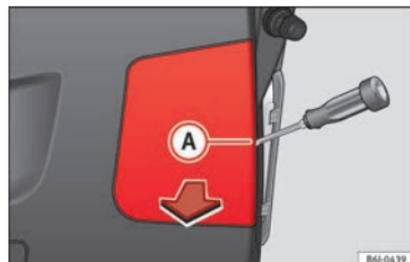

Fig. 200 Luci sul portellone.
- Rimuovere la copertura con un cacciavite dalla punta piatta collocato nella scanalatura indicata **A** »»» **fig. 200**.